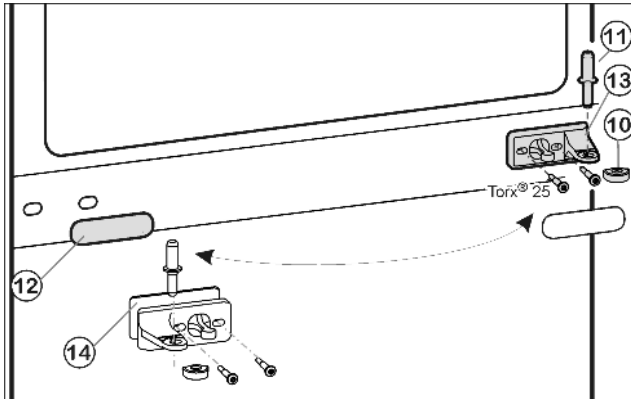
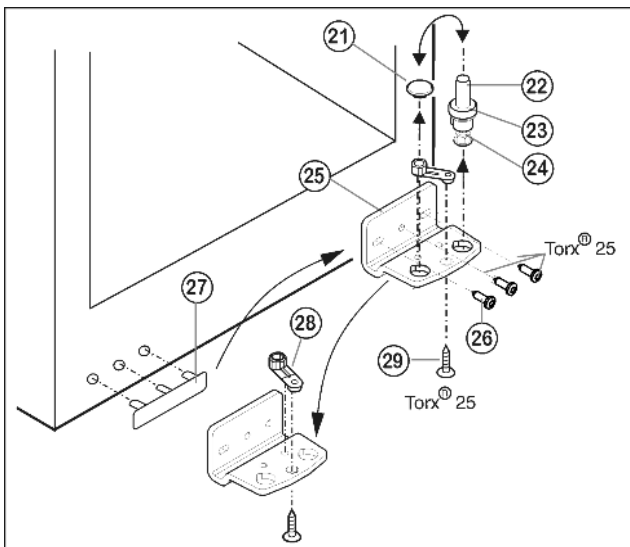

Fig. 6
Fig. 7
- ▶ Extraiga el perno de cojinete intermedio Fig. 6 (11) del soporte de cojinete y de la puerta inferior.
- ▶ Retire la tapa de plástico Fig. 6 (10).
- ▶ Desatornille el soporte de cojinete intermedio Fig. 6 (13) (2 Torx® 25).
- ▶ Extraiga con cuidado el panel de protección Fig. 6 (12).
- ▶ Atornille el soporte de cojinete intermedio Fig. 6 (13) con la base Fig. 6 (14) en el nuevo lado de la bisagra girándolo 180° (con 4 Nm) para fijarlo.
- ▶ Vuelva a encajar el panel de protección Fig. 6 (12) girándolo 180° en el nuevo lado del tirador.
- ▶ Extraiga hacia arriba el perno de cojinete Fig. 7 (22) completo, con la arandela Fig. 7 (23) y la pata de ajuste Fig. 7 (24).
- ▶ Desmonte el tapón Fig. 7 (21).
- ▶ Desatornille Fig. 7 (26) el soporte de cojinete.
- ▶ Desatornille Fig. 7 (29) la pieza de cojinete y cámbiela al orificio de alojamiento opuesto del soporte de cojinete, volviéndola a atornillar.
- ▶ Desmonte la cubierta en el lado del tirador Fig. 7 (27) con cuidado y cámbiela al lado opuesto.
- ▶ Vuelva a atornillar el soporte de cojinete Fig. 7 (25) en el nuevo lado de la bisagra (con 4 Nm) para fijarlo; dado el caso, utilice un destornillador de batería.
- ▶ Vuelva a colocar el tapón Fig. 7 (21) en el otro agujero.
- ▶ Vuelva a colocar el perno de cojinete Fig. 7 (22) completo, con la arandela y la pata de ajuste. Preste atención a que el saliente de retención esté orientado hacia detrás.
- ▶ Coloque la puerta inferior desde arriba sobre el perno de cojinete inferior Fig. 7 (22).
- ▶ Vuelva a colocar la tapa de plástico Fig. 6 (10) en el soporte de cojinete intermedio Fig. 6 (13).
- ▶ Inserte en la puerta inferior el perno de cojinete intermedio Fig. 6 (11) en el nuevo lado de la bisagra a través del soporte de cojinete intermedio Fig. 6 (13).
- ▶ Coloque la puerta superior sobre el perno de cojinete intermedio Fig. 6 (11).
- ▶ Dado el caso, alinee las puertas a través de los dos agujeros oblongos en el soporte de cojinete inferior Fig. 7 (25) y el soporte de cojinete intermedio Fig. 6 (13) a ras de la carcasa del aparato. Para ello, desenrosque el tornillo intermedio del soporte de cojinete inferior Fig. 7 (25).